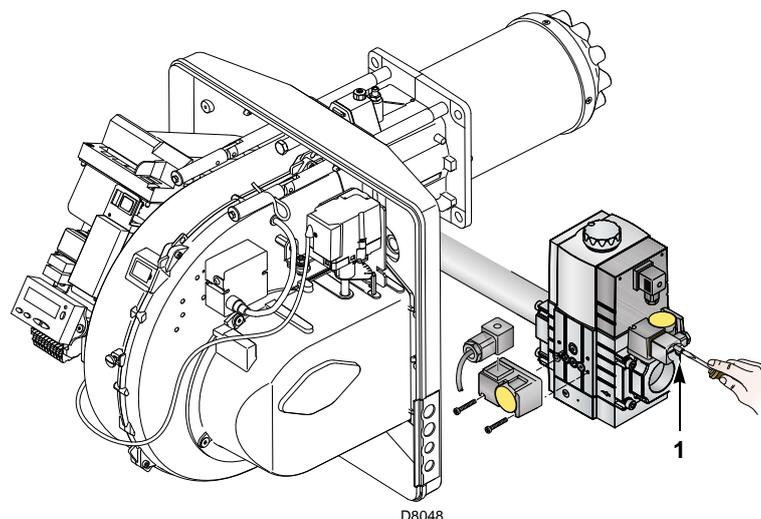

Fig. 24
- Controllare la pressione di alimentazione del gas collegando un manometro sulla presa di pressione 1) (Fig. 24) del pressostato gas di minima: deve essere inferiore alla pressione massima consentita della rampa gas, riportata nella targhetta delle caratteristiche.
- Sfiatare l'aria dalla tubazione della rampa gas, collegando un tubo in plastica sulla presa di pressione 1) (Fig. 24) del pressostato gas di minima. Portare all'esterno dell'edificio il tubo di sfiato, fino ad avvertire l'odore del gas.